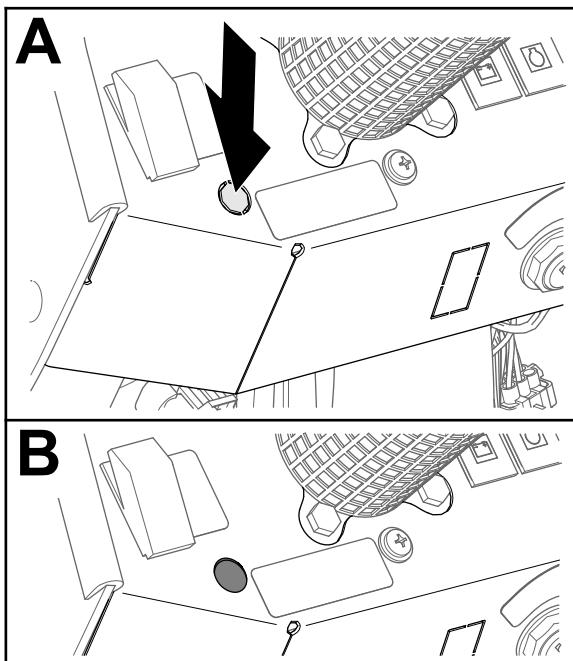

Bild 24
1. Nehmen Sie die runde Blende vom Armaturenbrett ab, wie in Bild 24 abgebildet.